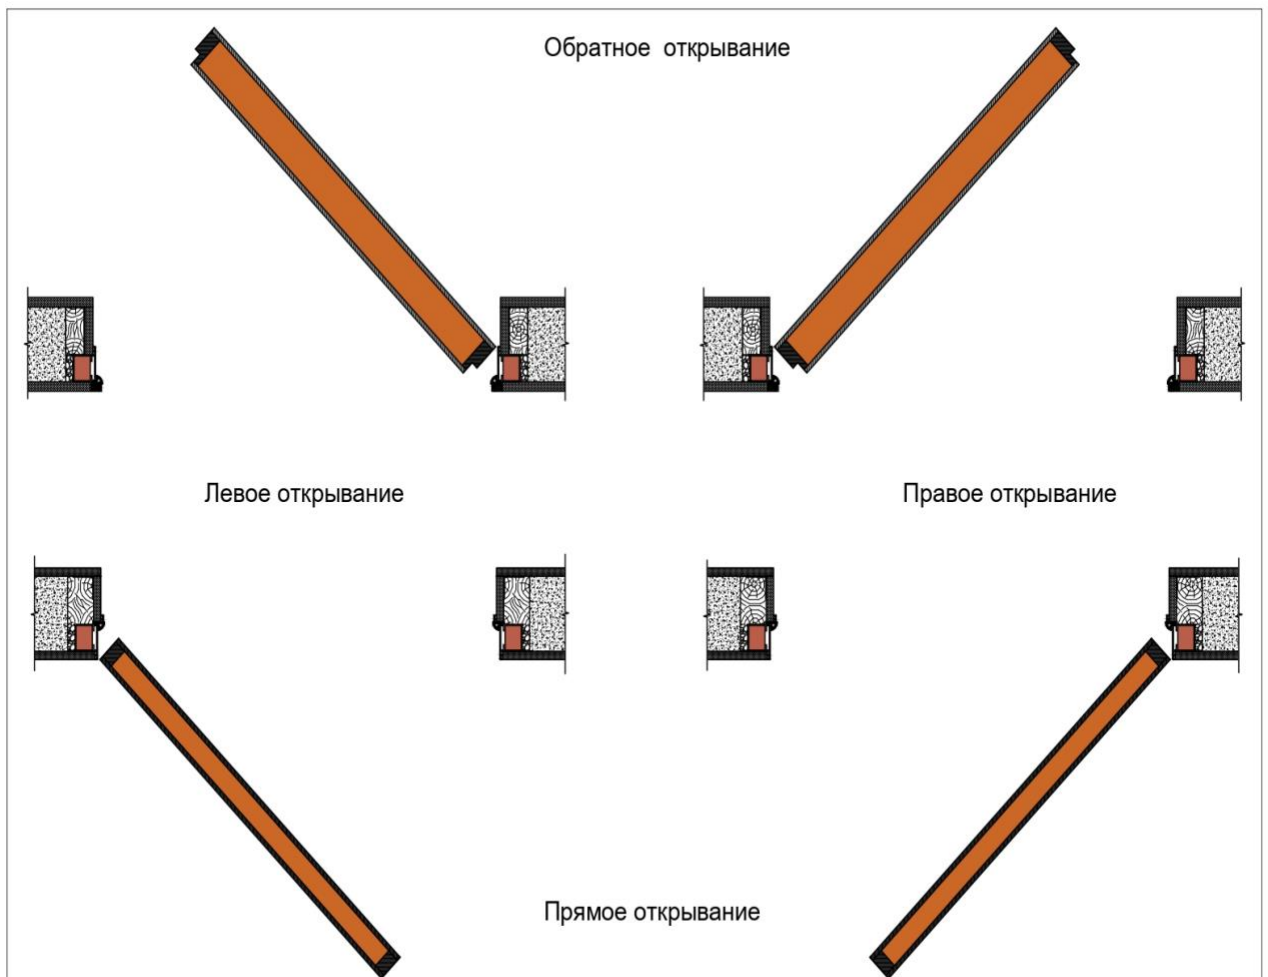

рис. 4 «Сторонность и открывание»
*4.3 Выставить короб в проеме используя уровень и строительное правило, таким образом, чтобы он был заподлицо с финишным покрытием стены (рис.4 «Х»).*
*4.4 Закрепить короб в дверном проеме к стене при помощи шурупов и монтажной пластины одним концом, предварительно закрепленной на коробе (рис. 4).*